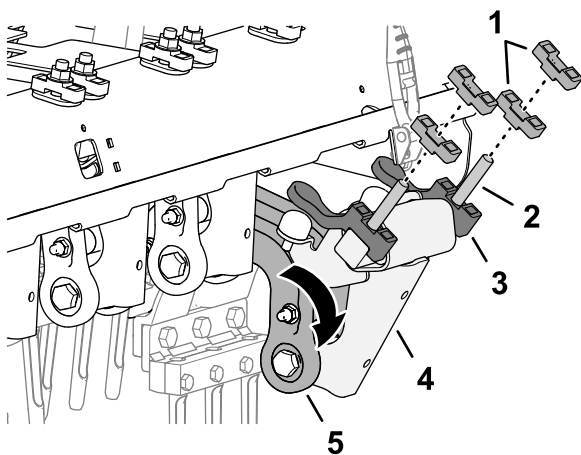

図 122
3. ダンプナのリンクとダンパナのシャフトを下向きに回転させる 図 122。